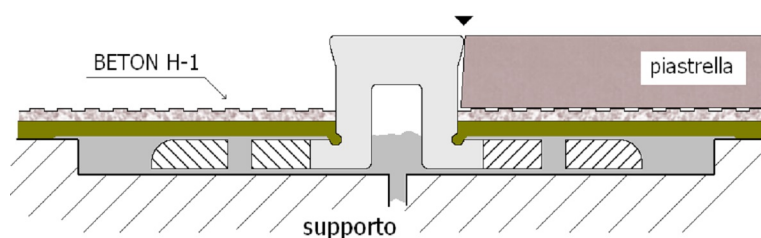

Fig. 6
- Il giorno seguente eseguire l'incollaggio diretto delle piastrelle con BETON H-1 (vedi Fig. 6).
La Fig. 6 mostra come la particolare conformazione della sommità della parte centrale B consenta il corretto